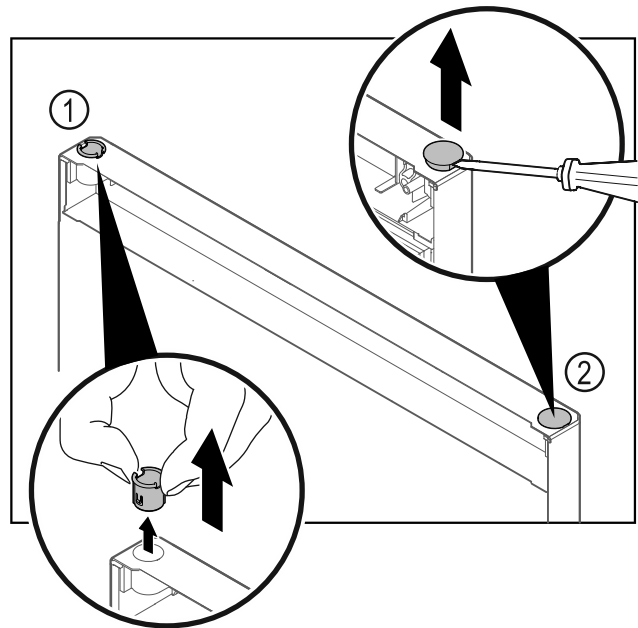

Fig. 26
- ▶ Pouzdro závěsu Fig. 26 (1) vytáhněte prsty.
- ▶ Krycí zátku Fig. 26 (2) opatrně nadzvedněte plochým šroubovákem a vytáhněte.